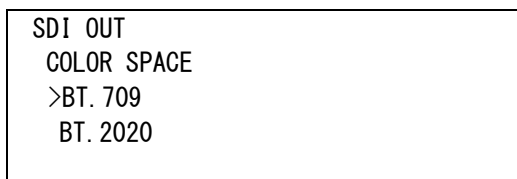

図4-95 オンスクリーンメニュー(COLOR SPACE例)
- 1) SDI OUTメニューで「COLOR SPACE[CSPC]」を選択し、**ENTER**ボタンを押すと図4-95のような設定メニューが表示されます。